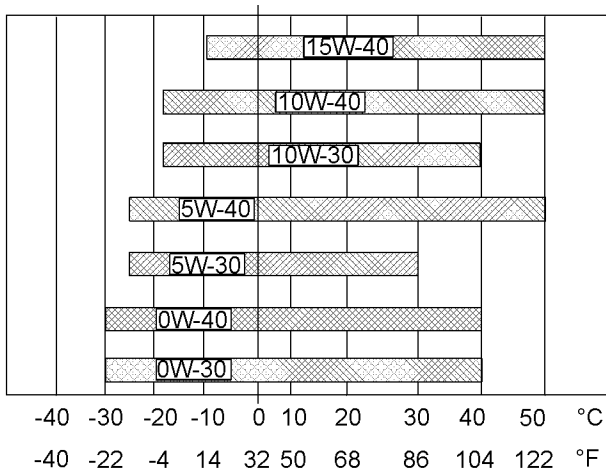

图 33 润滑剂粘度 g03329707
请参阅图 33（最低温度）以确定发动机冷起动时所需要的机油粘度。
请参阅图 33（最高温度）以选择发动机在预期的最高环境温度下运行时所需要的机油粘度。
- 请参阅适用的“机油粘度”。为找到适合您的发动机的机油粘度等级，请参阅图33。